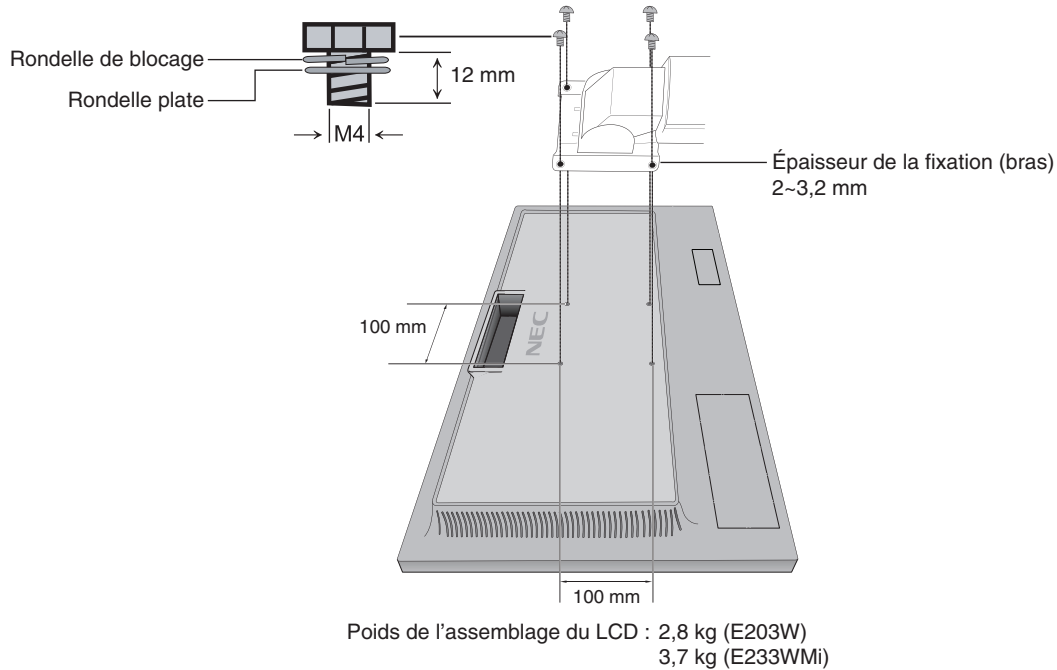

Figure F.1
2. Utilisez les 4 vis retirées du support, ou celles mentionnées, pour fixer le bras au moniteur (**Figure F.1**).
⚠ ATTENTION : utilisez UNIQUEMENT les 4 vis retirées du support ou celles mentionnées (**Figure F.1**) pour éviter d'endommager ce dernier, ou le moniteur.